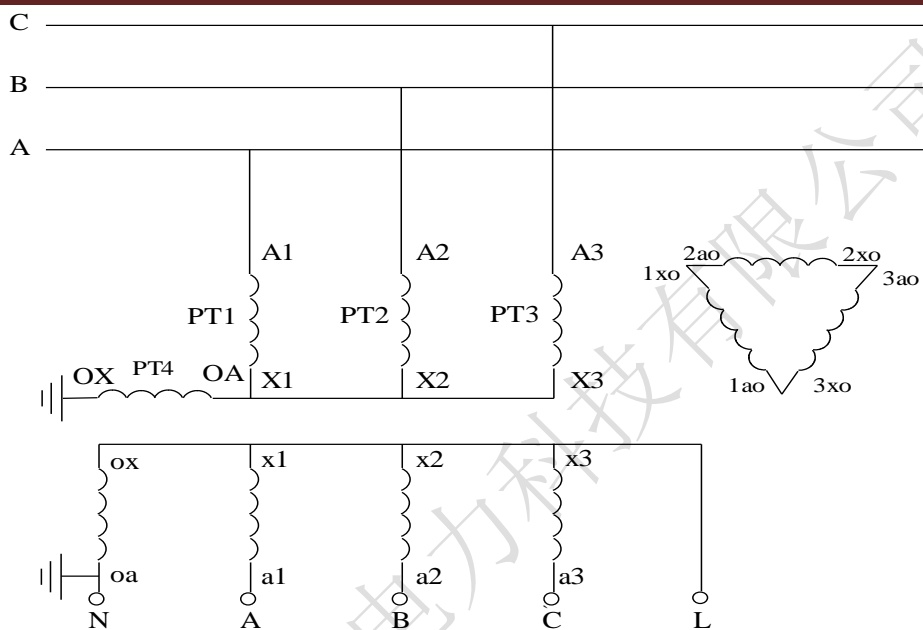

图 8 4PT 连接方式 1
大部分变电站中的 4PT 的连接方式有两种接法，分别如图 8 和图 9 所示。对于图 8 中这种 4PT 的接线方式，组成星形的三个 PT 的开口三角侧被短接，系统零序电压由第四个 PT 的测量线圈来测量，各相电压分别从 A-N、B-N、C-N 端测量。这种接线方式下，系统单相接地时 N-L 端的电压为 57.7V。
在图 8 和图 9 中，测量信号都是从 N-L 端注入。
在图 8 中，零序 PT（即第 4 个 PT）的二次零序绕组是 $ox-oa$ 绕组，其电压通常为 $100/\sqrt{3}$ (V)，则测量时 PT 变比为 $\frac{U_L/\sqrt{3}}{100/\sqrt{3}}$ 。这种接线方式和变比下，对应于测试仪的“PT 方式”中的“4PT”方式。也就是说，如果接线方式如图 8 所示，则在测量电容电流前必须将“参数设置”屏幕中的“PT 方式”设置为“4PT”。